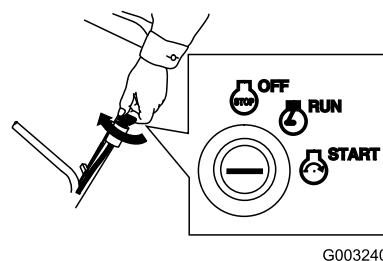

Figure 18
- Tournez la clé de contact en position Démarrage et relâchez la clé lorsque le moteur démarre (Figure 18).